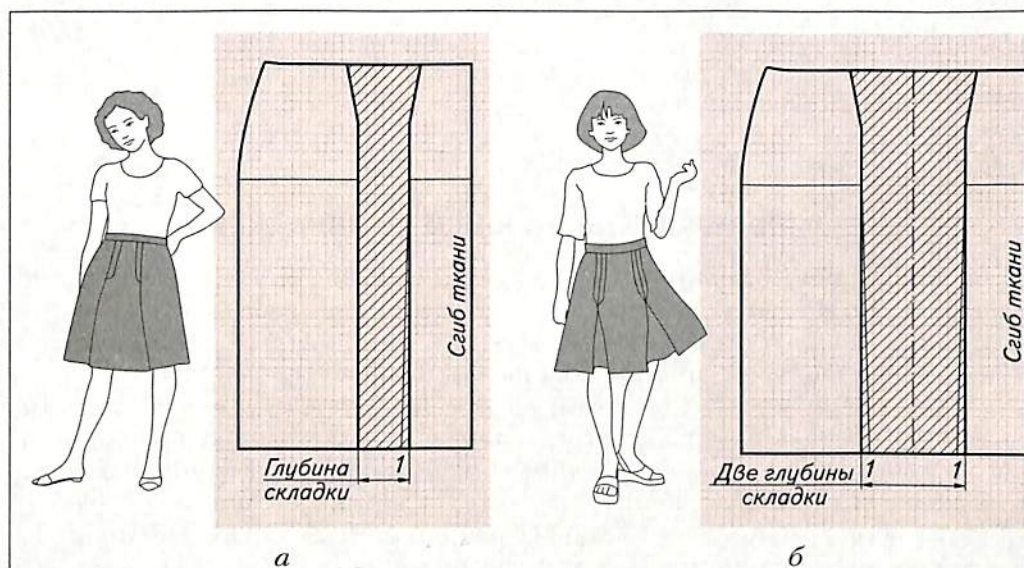

Рис. 41. Моделирование складки, расположенной по осевым линиям вытачек: *а* – односторонней; *б* – двусторонней (встречной)
2. Складки, расположенные по осевым линиям юбки. Осевые линии вытачек продлить до линии низа, разрезать по ним выкройку и раздвинуть для односторонней складки на величину, равную глубине складки (рис. 41, а). Для двусторонней (встречной) складки — на две глубины (рис. 41, б).